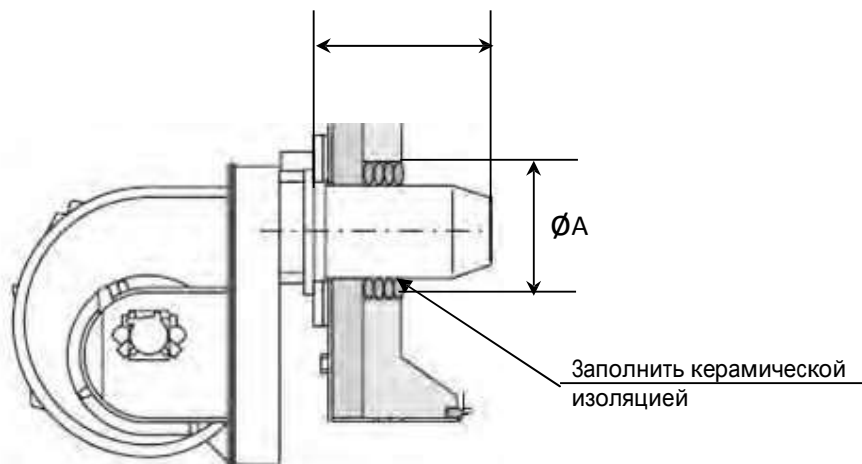

Рисунок 7: Схема установки горелки
- c. должна иметь соответствующую длину пламенной трубы, указанную для каждого парового котла (см. рис. 7 на стр. 22 и таблицу 4 на стр. 23).